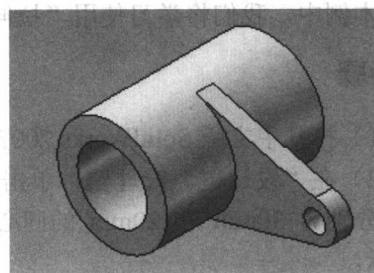

图 1-13 拉伸效果
(6) 单击特征工具栏中的“拉伸凸台/基体”工具按钮 ( ), 打开“拉伸”属性管理器。将深度 ( ) 设置为 5mm。然后单击“确定”按钮 ( ), 生成拉伸效果, 如图 1-13 所示。